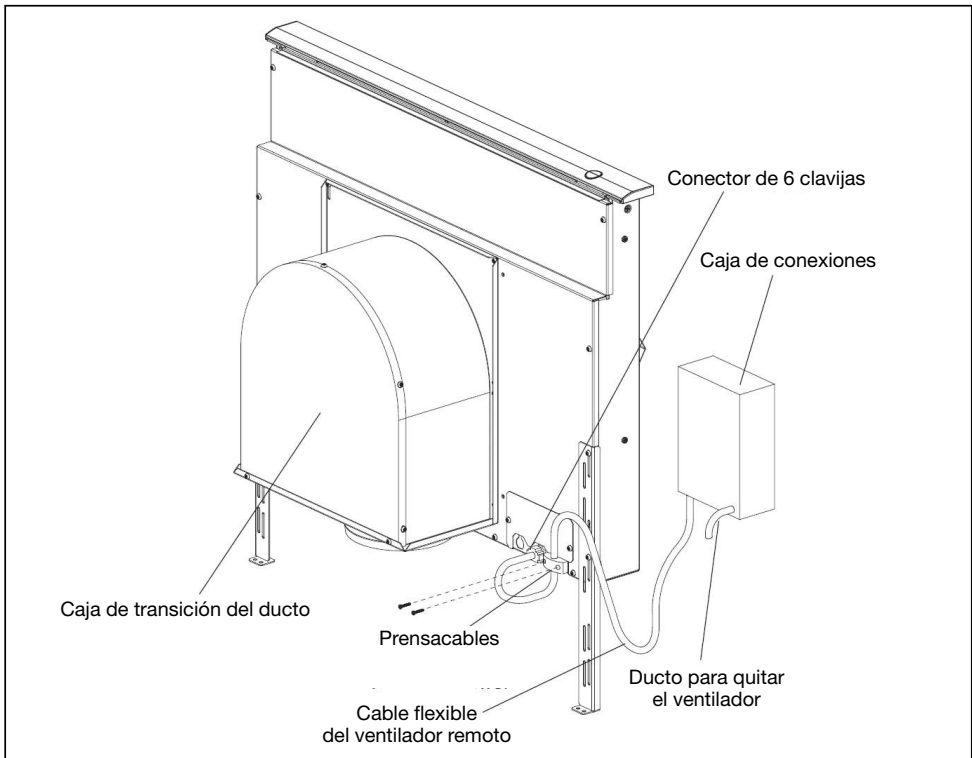

Fig. 10 – Ventilador remoto
- A. Quitar la tapa de la caja de conexiones y conectar el conducto con 5 cables del ventilador remoto. Conectar los cables según el diagrama de cableado, Fig. 10. Volver a colocar la tapa de la caja de conexiones.